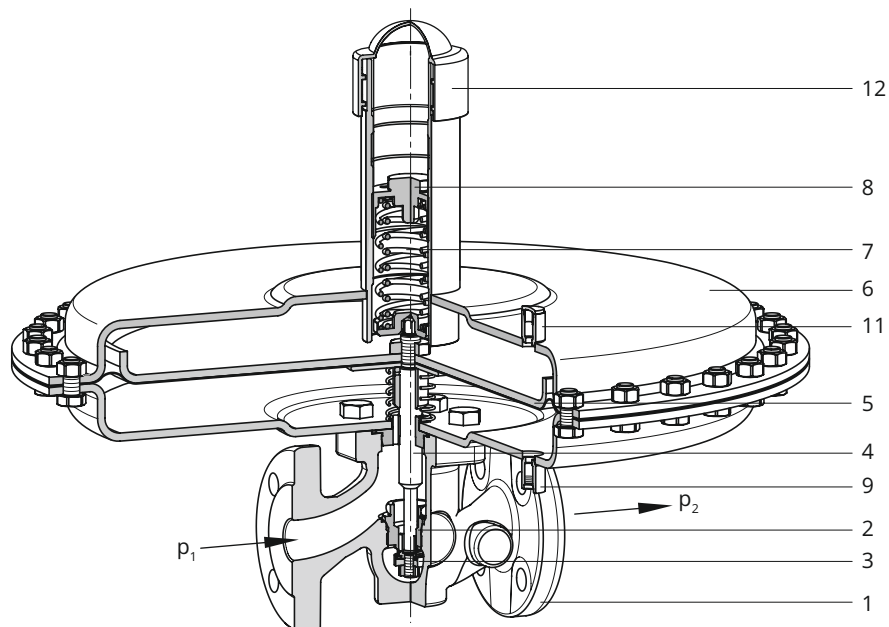

Bild 3: Druckminderer Typ 2405 **ohne** Druckentlastung · C_v 2 bis 5 · Anströmung gegen die Schließrichtung des Kegels
– Bei Druckminderer mit proportionalem Regelverhalten, vgl. Bild 3